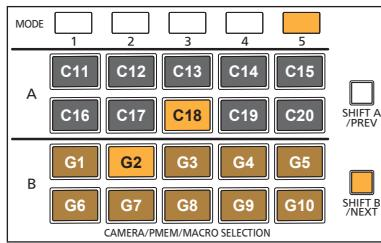

図4
4. G2 マクログループを選択し、手を離したときにマクログループが確定します。(図4)